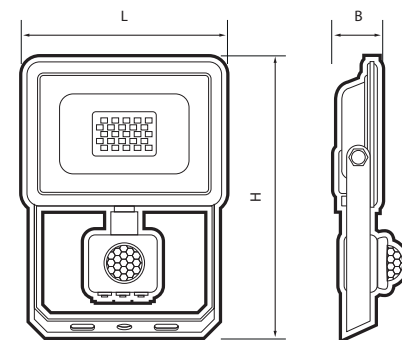

Рис. 1
- 1.1 Прожектор светодиодный СДО-10 SENSOR с датчиком движения (далее прожектор) (рис. 1) предназначен для внутреннего и наружного освещения (рекомендуется использовать под навесом). Прожектор может использоваться для освещения складских комплексов, подсобных помещений, подъездов, спортивных площадок, автостоянок и других объектов.